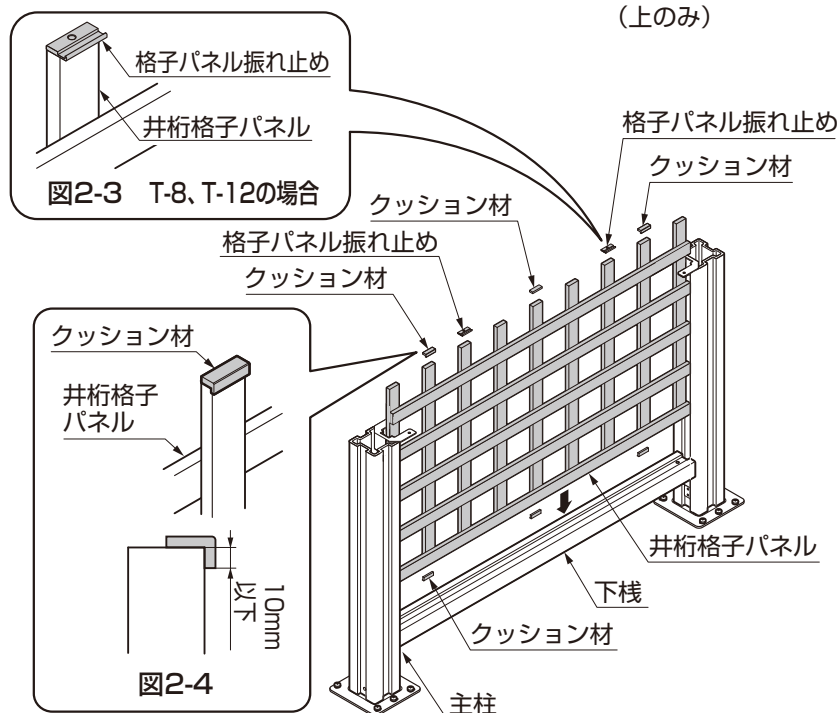

図2-3 T-8、T-12の場合
③T-8、T-12の場合、井桁格子パネル上部のみに、格子パネル振れ止めを取付けてください。(図2-3参照)